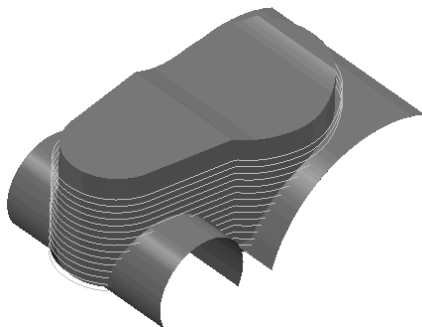

图 2-217 偏置向下
- **【偏置向下】:** 在设置的“上限”和“下限”范围内根据最大下切步距和切削次数, 向下偏置曲面的顶部轮廓边缘, 超过此范围的切削路径将被删除, 如图 2-217 所示。